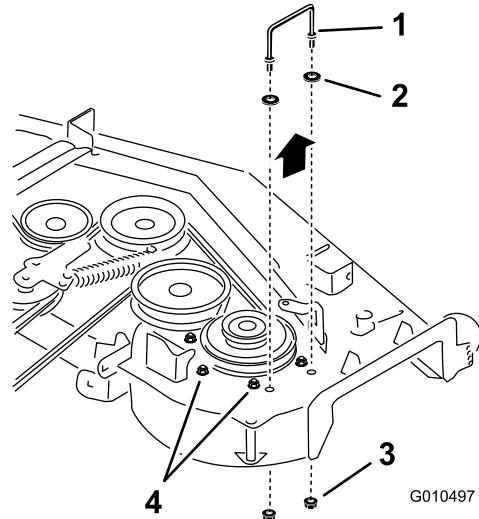
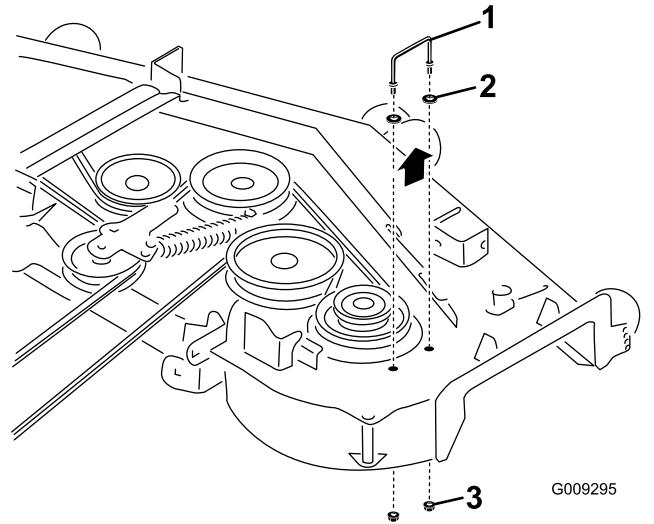

Figure 3
Figure 4
3. **Tabliers de coupe de 122 cm (48 po) et 132 cm (52 po):** desserrez les boulons qui fixent de l'axe droit au tablier de coupe (Figure 3).
4. Déposez le support du couvercle de courroie droit existant (Figure 3 et Figure 4).